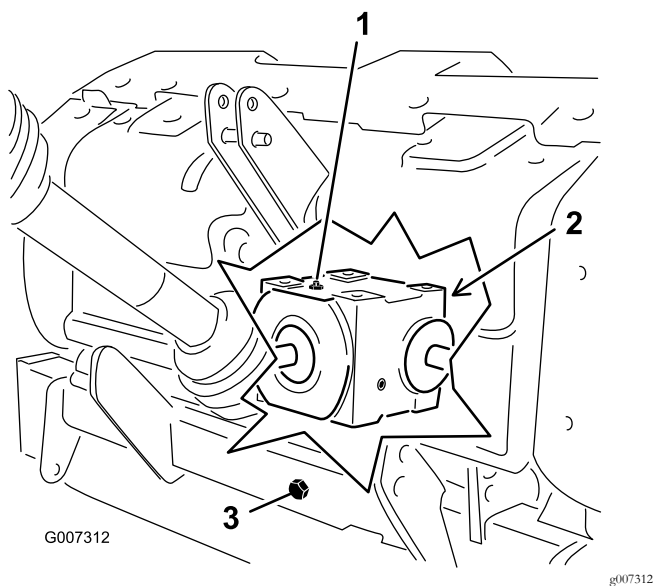

Figure 31
2. Enlevez le bouchon de contrôle de la boîte d'engrenages (Figure 31).
3. Vérifiez que le niveau d'huile atteint le bas de l'orifice du bouchon de contrôle de la boîte d'engrenages (Figure 31).
1. Nettoyez les débris présents sur le bouchon de remplissage et le bouchon de vidange pour éviter la contamination (Figure 31).